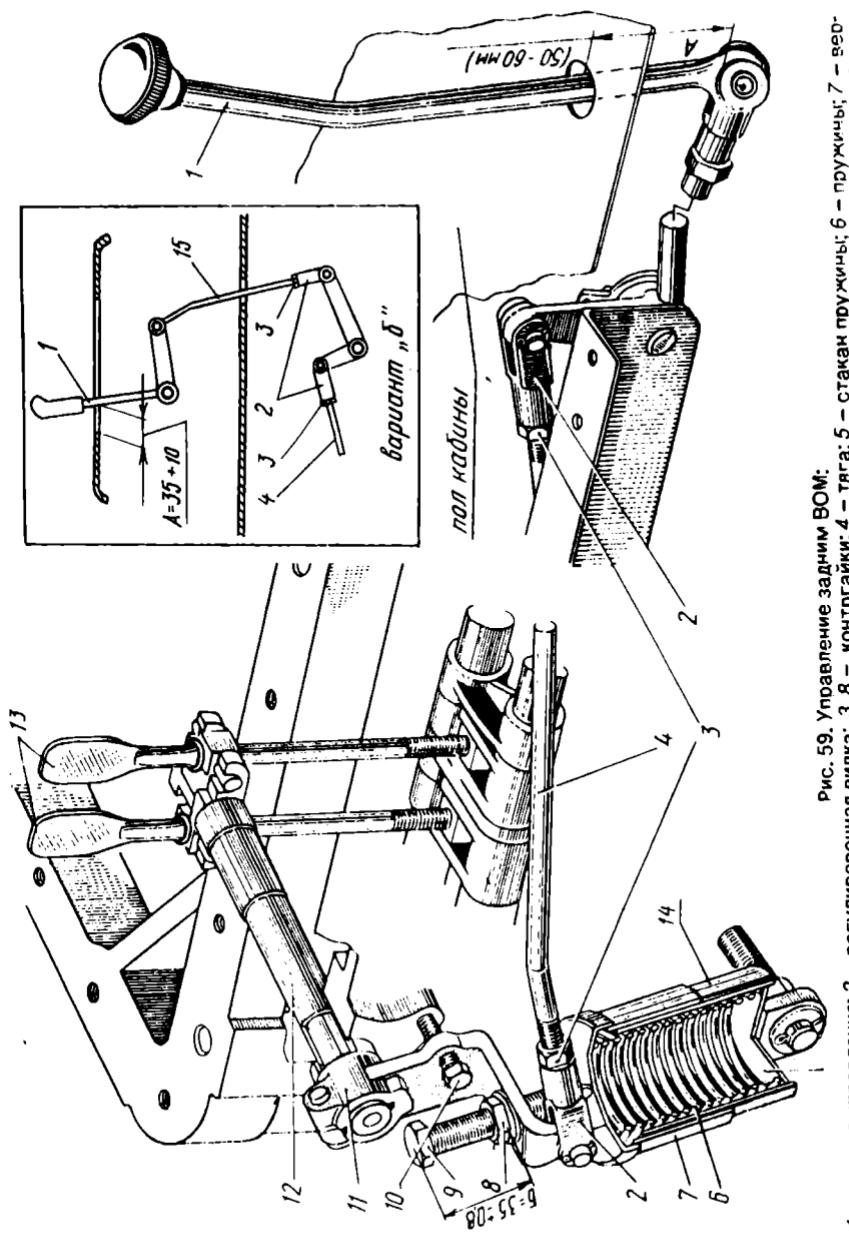

Рис. 59. Управление задним ВОМ:
1. Усилие включения (выключения) на рычаге 1 (рис. 59) должно быть 12–15 кг (при усилии ниже 12 кг возможно буксование ВОМ, а при усилии более 15 кг увеличивается ход рычага 1 и уменьшается запас на регулировку; максимально допустимое усилие не должно быть более 20 кг).